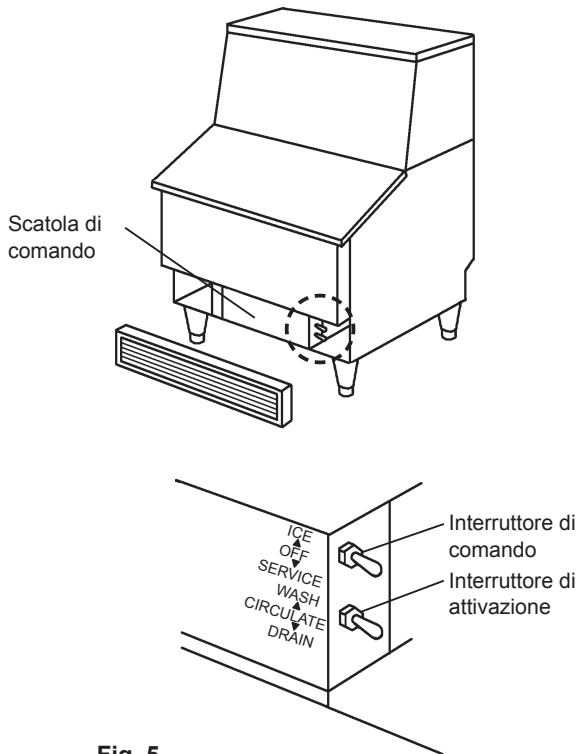

Fig. 5
- 2) Portare l'interruttore di comando sulla scatola di comando nella posizione "OFF". Vedere Fig. 5.